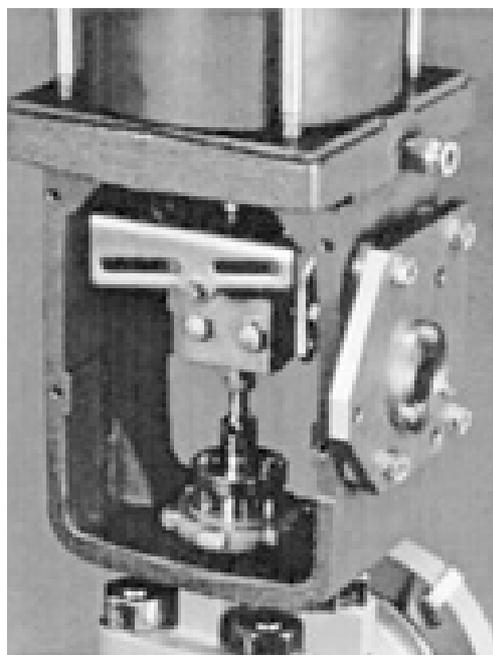

图4. 安装在执行机构上的安装板
9. 用四个隔离圈（件号 61），四颗螺钉（件号 45）和防松垫圈（件号 92）将定位器安装板装到执行机构支架上，参见图 4。